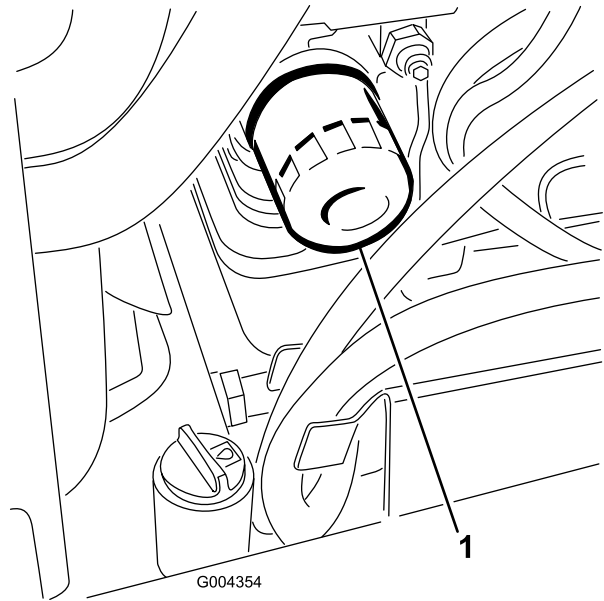

Figura 44
3. Retire el filtro de aceite (Figura 44).